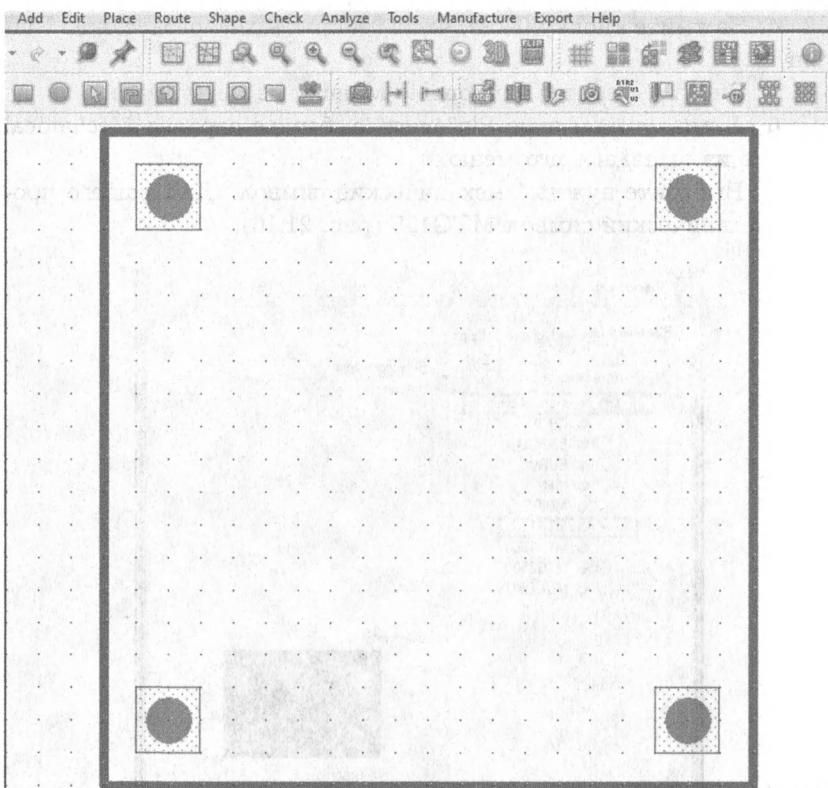

Рис. 21.17. Плата с монтажными отверстиями
12. Повторите шаги с 5 по 11, чтобы поместить монтажные символы на остальные три угла окна дизайна. Смотрите рис. 21.17.